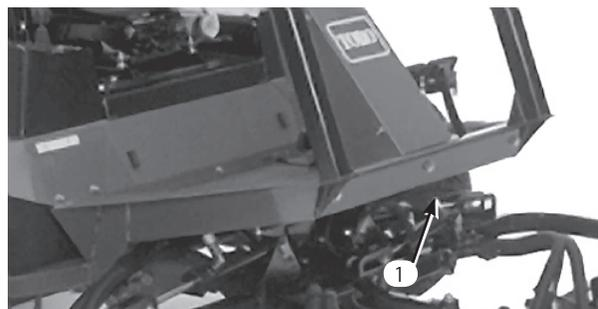

図31
2. 前フレーム部材の中央部 (図31) に、チェーンやロープなど適当な牽引索を取り付ける。